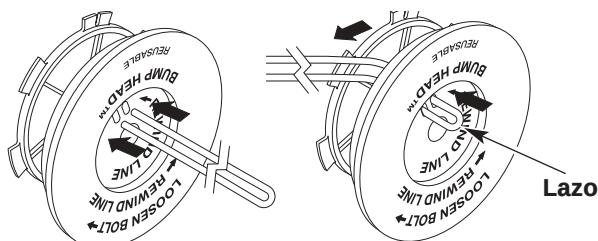

Fig. 28
6. Tome aproximadamente 6 m (20 pies) de nueva línea de corte, enlázela en dos longitudes iguales. Inserte cada extremo de la línea a través de uno de los dos orificios del carrete interior (Fig. 28). Pase la línea a través del carrete interior de modo que el lazo sea lo más pequeño posible.